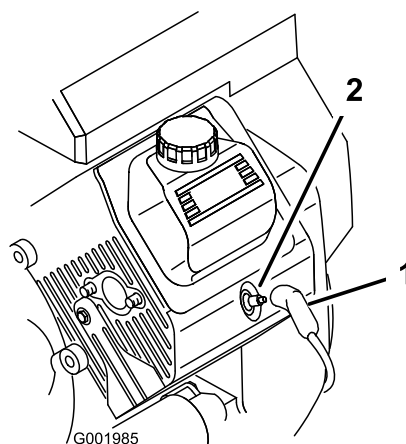

Рисунок 44
- Снимите провода со свечей зажигания (Рисунок 44).
3. Наденьте провода на свечи зажигания (Рисунок 44).